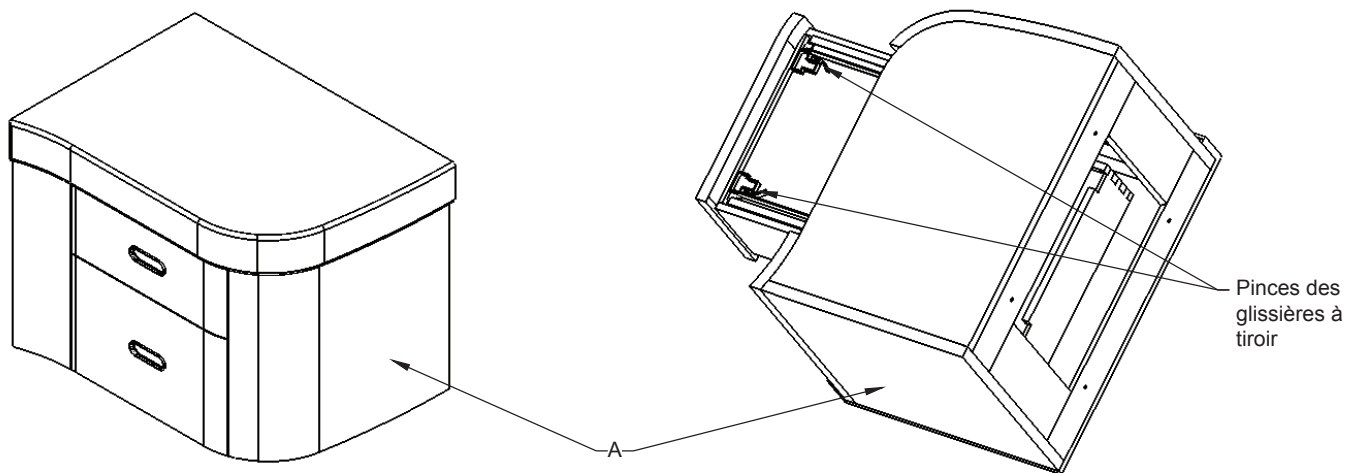

Figure 3
- o Reportez-vous à la **figure 3**.